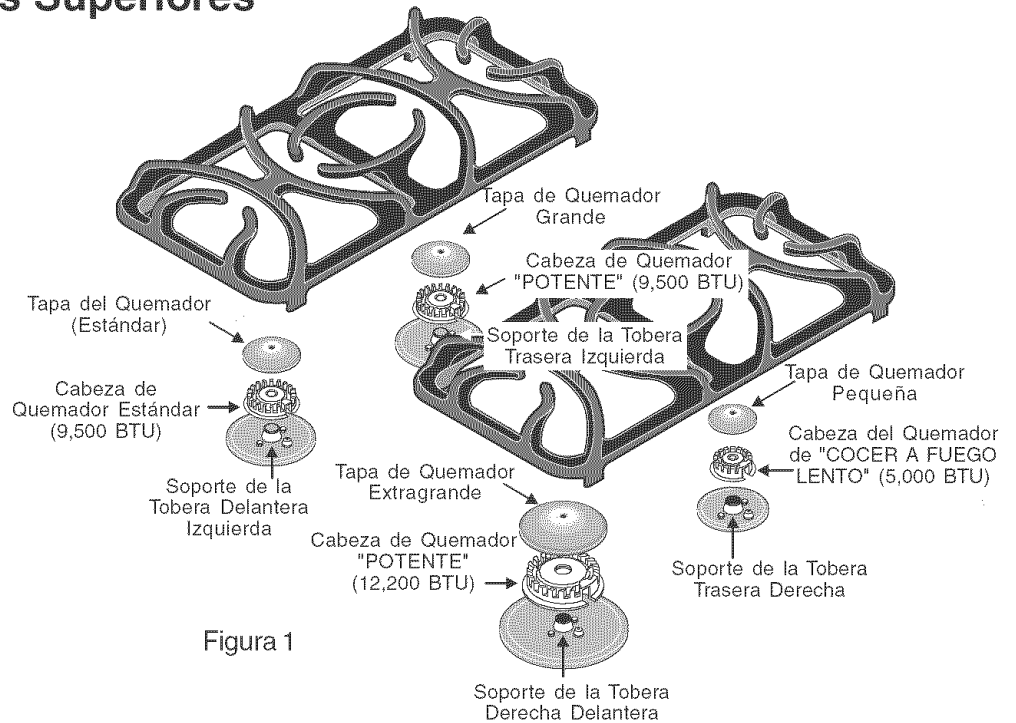
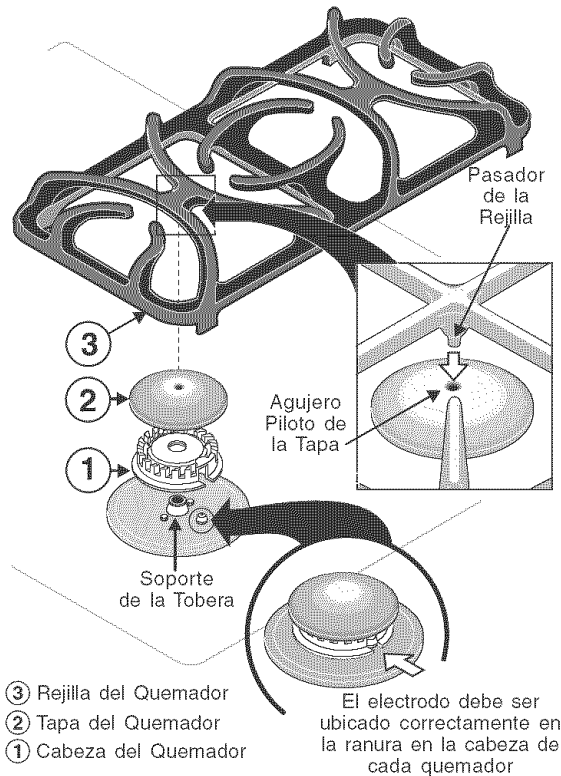

Figura 1
Figura 2
Cuando instale por primera vez la estufa a gas, asegúrese de que las cabezas de los quemadores, las tapas de los quemadores y las rejillas de los quemadores correspondientes sean colocadas como se muestra en la Figura 1.
1. Coloque las 4 (cuatro) cabezas de quemadores en los lugares correctos (Ver Figura 1). Asegúrese de que la cabeza de quemador correcta sea colocada en el soporte de tobera correcto y que el electrodo sea colocado debidamente en la ranura provista en la cabeza de cada quemador (Ver Figura 2). La colocación correcta de la cabeza del quemador asegura que cada quemador produzca la chispa correcta requerida para encender el gas.
2. Coloque las tapas de los quemadores correctas en cada uno de los quemadores (el agujero piloto de la tapa del quemador debe quedar dirigido hacia arriba). Cada una de las 4 (cuatro) cabezas de quemadores **DEBE** tener instalada una tapa de quemador para asegurar encendido apropiado y tamaño correcto de la llama del gas y debe ser colocada de modo que el agujero piloto quede dirigido hacia arriba **ANTES** de colocar las rejillas de los quemadores (Ver Figura 2).
3. Coloque las 2 (dos) rejillas de quemadores de hierro fundido suministradas con la estufa. Cuidadosamente alinee los 2 pasadores de la rejilla con los agujeros pilotos de la tapa en las tapas de los dos quemadores a cada lado de la estufa. **NO** fuerce las rejillas de los quemadores en las tapas de los quemadores. Al forzar hacia abajo las rejillas hacia las cabezas de quemadores y tapas de quemadores mal instaladas, se pueden dañar los quemadores de gas. Cada tapa de quemador de gas ha sido diseñada con un agujero piloto en el centro de la tapa. Verifique visualmente que **TODOS** los pasadores de las rejillas estén alineados con los agujeros pilotos de la tapa de los quemadores (Ver Figura 2). Las rejillas de los quemadores instaladas correctamente, descansarán con las cuatro patas de las rejillas sobre la cubierta de vidrio.
El quemador lento se usa para cocer salsas delicadas, etc. Este quemador se localiza en la posición trasera derecha de la plancha de cocina (vea la figura 1).
Los quemadores **ESTÁNDAR** para la mayoría de las necesidades de cocción. Los 2 quemadores se localizan en la parte delantera y trasera izquierda de la plancha de cocina (vea la figura 1).
Los quemadores **POTENTES** se utilizan para calentar grandes cantidades de líquido o para preparar grandes cantidades de comida. El quemador **POTENTE** se localiza en la posición delantera izquierda de la plancha de cocina (vea la figura 1).